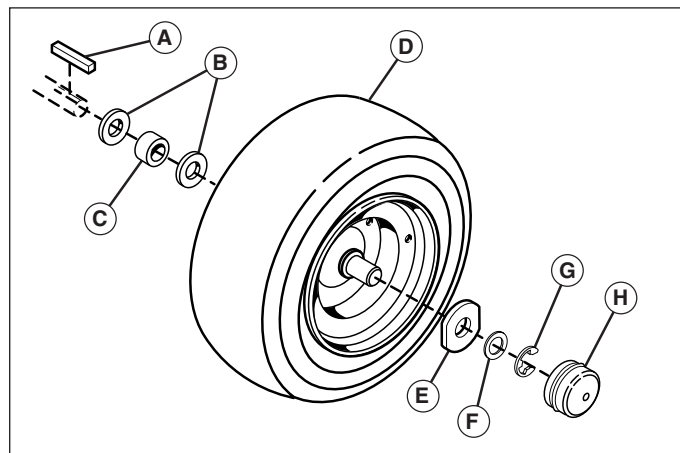

Figura 21. Meccanica del semiassi posteriore
5. Rimontare i componenti nell'ordine inverso rispetto allo smontaggio e abbassare l'unità. Verificare che la chiavetta (A, Figura 21) sia inserita nell'apposita sede sul semiassi.